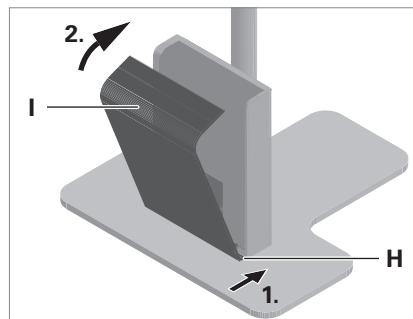

Fig. 5: Montare la copertura.
- ▶ Inserire la copertura **I** nelle aperture **H**, vedi Fig. 5.
- ▶ Ribaltare la copertura verso l'unità di alimentazione, vedi Fig. 5.